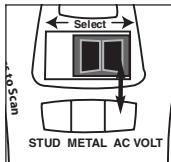

Fig. 4
- Placer le sélecteur à la position « AC Volt » (tension c.a.). (Fig. 4)